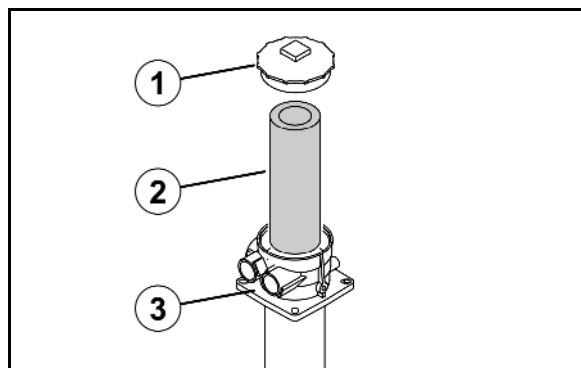

图 185
1. 从外壳（图 185/3）上取下盖子（图 185/1）。
2. 更换回流过滤器（图 185/2）。